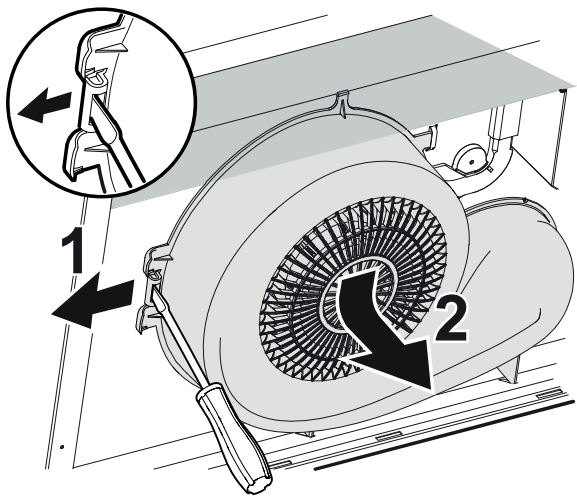

Fig. 4
Løsne ventilatorhuset ved å bøye ut klipsen i pilretningen (1) og trykke ventilatorhuset fra deg og nedover (2), Fig. 4.